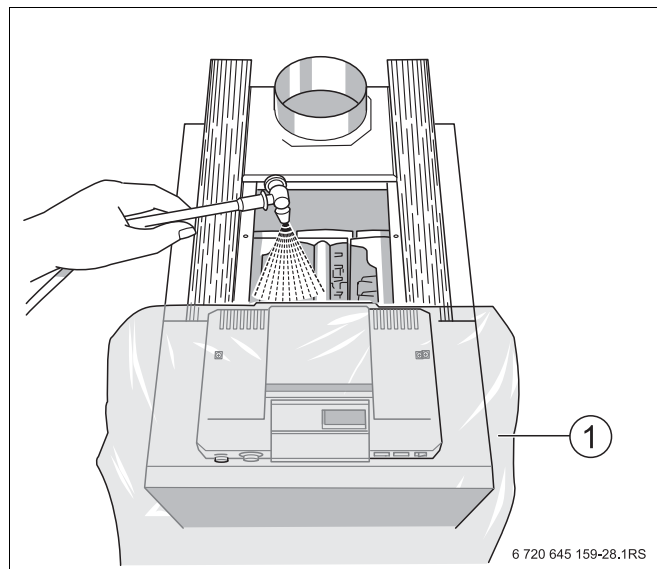

Рис. 41 Влажная чистка котла
- Накрыть систему управления пленкой (Рис. 41, поз. 1). Не допускать попадания аэрозольного тумана в систему управления.
- Сверху распылить равномерно чистящее средство в газоотводящих каналах (Рис. 41).